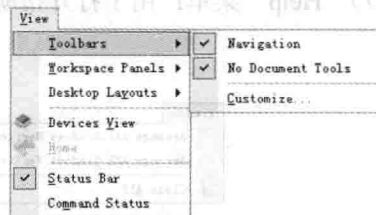

图 1-15 “View” 菜单
3) “View” 菜单: 视图菜单, 主要用于工具栏、状态栏和命令行等的管理, 并控制各种工作窗口面板的打开和关闭, 如图 1-15 所示。
- Toolbars: 控制工具栏的显示与隐藏, 包含如图 1-15 所示的子菜单项。